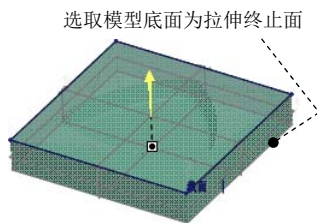

图 19.2.5 选取拉伸终止面
④ 在操控板中选取深度类型  (到选定的), 然后将模型调整到图 19.2.5 所示的视图方位, 选取图中所示的坯料表面为拉伸终止面。
⑤ 预览特征。在操控板中选择“预览”按钮 , 可浏览所创建的拉伸特征。
⑥ 完成特征。在操控板中选择“完成”按钮 , 完成工件的创建。